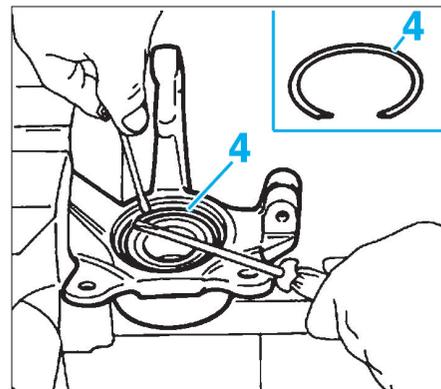

FIG. 20
- Retirer les circlips (4) de butée du roulement (Fig.20).